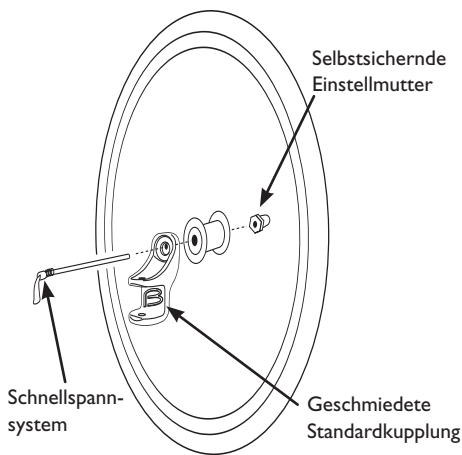
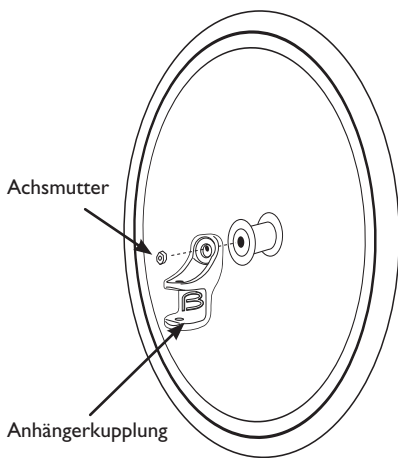

Abbildung 37
Abbildung 40
Der Lieferumfang aller Burley-Fahrradanhänger ab BJ 2009 umfasst die geschmiedete Burley-Standardkupplung aus Metall, die auch kompatibel zu Fahrrädern mit Scheibenbremssystemen ist. Im Unterschied zur bisherigen „New-Standard“-Kupplung kann sie gleichermaßen an Schnellspanachsen (s. Abbildung 37 & 39) und Schraubachsen (s. Abbildung 40 & 42) montiert werden.
1. Bauen Sie das vorhandene Schnellspannsystem vollständig vom Hinterrad ab (s. Abbildung 37).
3. Stecken Sie die Gewindestange des Schnellspannsystems durch die Kupplung ins Ausfallende. Ziehen Sie den Schnellspanner jedoch noch nicht fest (s. Abbildung 37).
1. Schrauben Sie die Achsmutter durch Drehen gegen den Uhrzeigersinn von der Achse ab. Entfernen Sie auf keinen Fall die gezahnte Unterlegscheibe, wenn diese zur werksseitigen Ausstattung des Fahrrads gehört (s. Abbildung 40).
3. Schieben Sie die Kupplung auf die Achse und setzen Sie die Achsmutter wieder auf. Ziehen Sie die Achsmutter jedoch noch nicht fest (s. Abbildung 40).